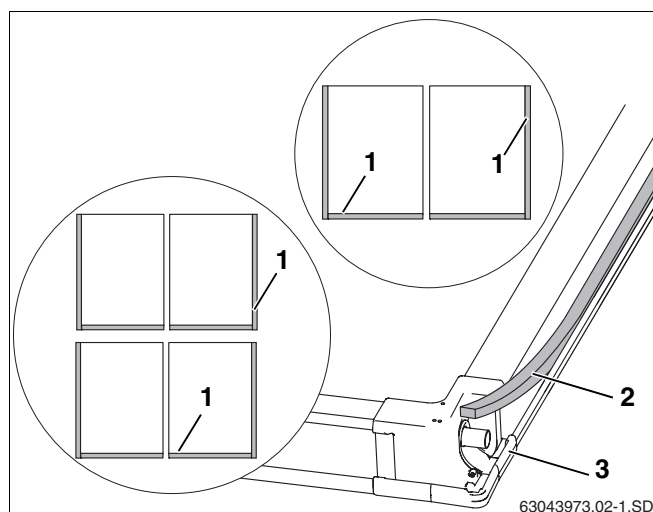

Fig. 21 Parte posterior del colector
Las conexiones entre las chapas protectoras laterales e inferiores y los colectores (fig. 21, **pos. 1**) deben sellarse con la junta de estanqueidad.
- ▶ Coloque la junta de estanqueidad (fig. 21, **pos. 2**) con el lado del adhesivo hacia delante en la empuñadura de los lados exteriores de los colectores situados en los extremos y en cada colector situado en la parte inferior (fig. 21, **pos. 1**) incl. las uniones de las esquinas (fig. 21, **pos. 3**).